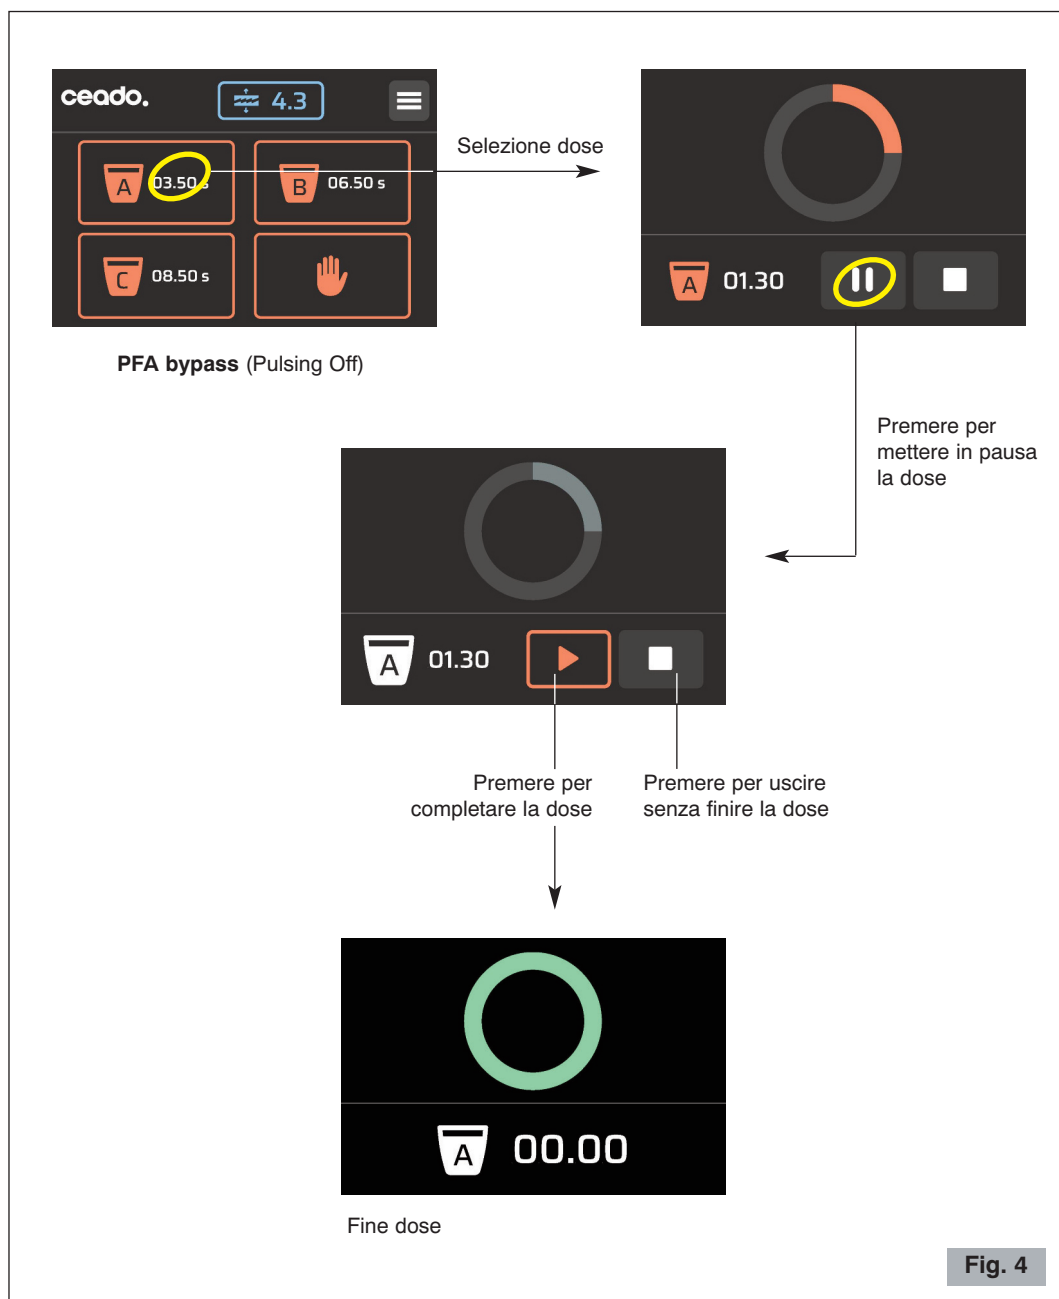

Fig. 4
- 2 Portare l'interruttore ON-OFF sulla posizione "I" (12 Fig. 2). Si accende il display del pannello di controllo (4 Fig. 1) (vedere Fig. 4).
#### Funzionamento automatico con pulsante start (se presente): modalità "PFA bypass" (Fig. 4)